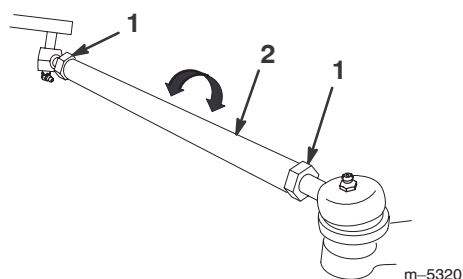

Figure 48
5. Si les mesures sont hors spécifications, desserrez les écrous de blocage aux deux extrémités des biellettes (Fig. 48).